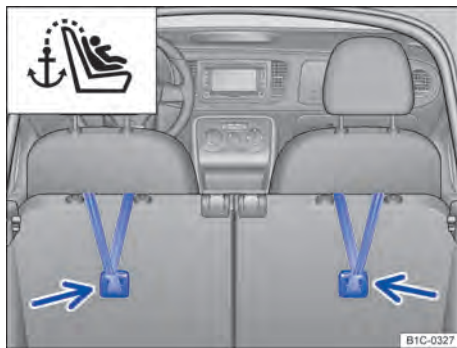

Fig. 69 Cintos de fixação superiores encaixados no compartimento de bagagem.
- Enganchar o cinto de fixação superior no compartimento de bagagem, no respectivo olhal de retenção ⇒ Fig. 69.